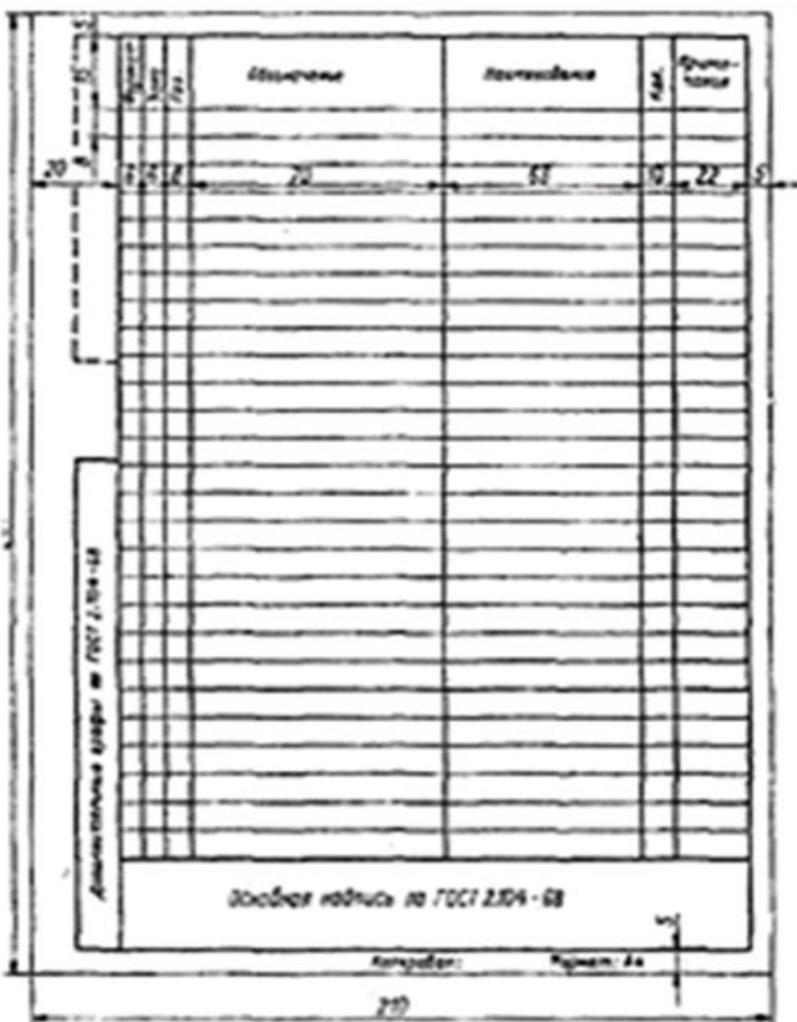

Рис. 12. 2
3. На отдельном листе выполняют спецификацию изделия (лист формата А4 (рис. 12. 2)).
Спецификация, форма 2А (Рис.12. 2)